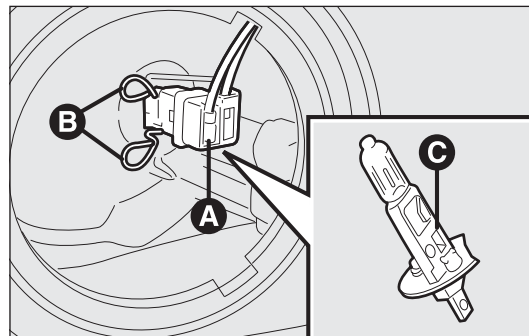

fig. 177
- ❑ scollegare il connettore elettrico A-fig. 177;
- ❑ sganciare la molletta fermalampada B-fig. 177;
- ❑ estrarre la lampada C-fig. 177 e sostituirla;